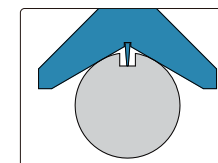

fig.2
---Estenda a ponta na ranhura, ajuste adequadamente para que a estrutura em forma de V se encaixe completamente na borda cilíndrica (fig. 2), gire ligeiramente a peça de trabalho para encontrar o valor máximo da leitura do medidor, o valor máximo é a profundidade da ranhura